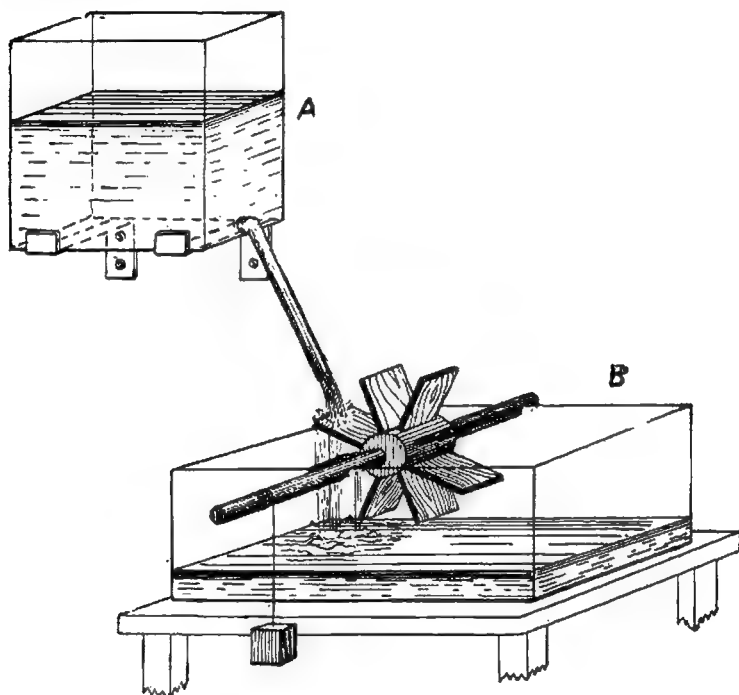

Fig. 35. — Lucrul mecanic produs de căderea apei.
21. Lucrul și puterea curentului. In fața capătului de jos al conductei de legătură între vasele A și B, fig. 35, instalăm o morișcă. Pe arborele ei înfășurăm o sfoară de care atârnam o greutate.